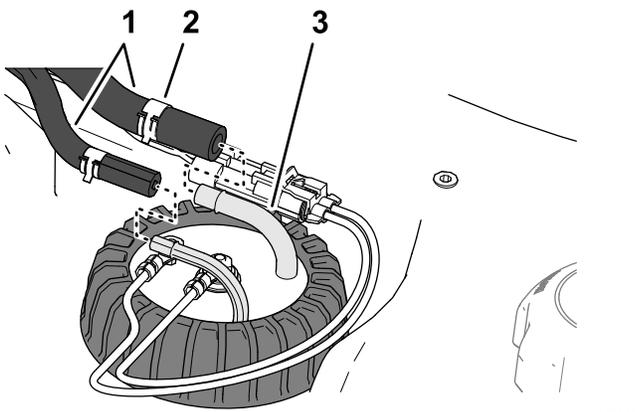

图 92
5. 将软管组装到燃油发送器的接头上，并用夹子将软管固定到接头上（图 92）。